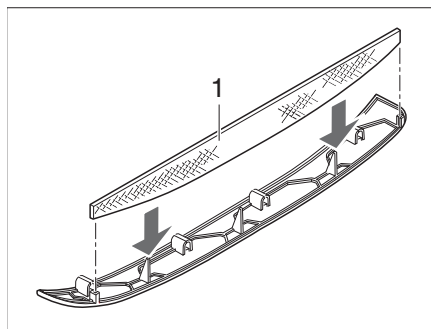
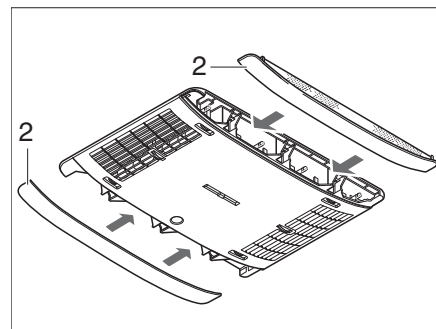

Fig. 164 Filtro di lanugine impianto di climatizzazione
Fig. 165 Pannelli impianto di climatizzazione
Nei pannelli laterali (Fig. 165,2) si trovano due filtri della lanugine. I filtri della lanugine devono essere sottoposti a pulizia e, se necessario, a una sostituzione a intervalli regolari, comunque almeno ogni 6 mesi.
- Estrarre i pannelli (Fig. 165,2) dal distributore dell'aria e pulire i filtri della lanugine (Fig. 164,1) o, se necessario, sostituirli.